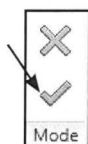

Fig. 07.44.
- Klik Finish *Edit Mode* (Fig. 07.44)